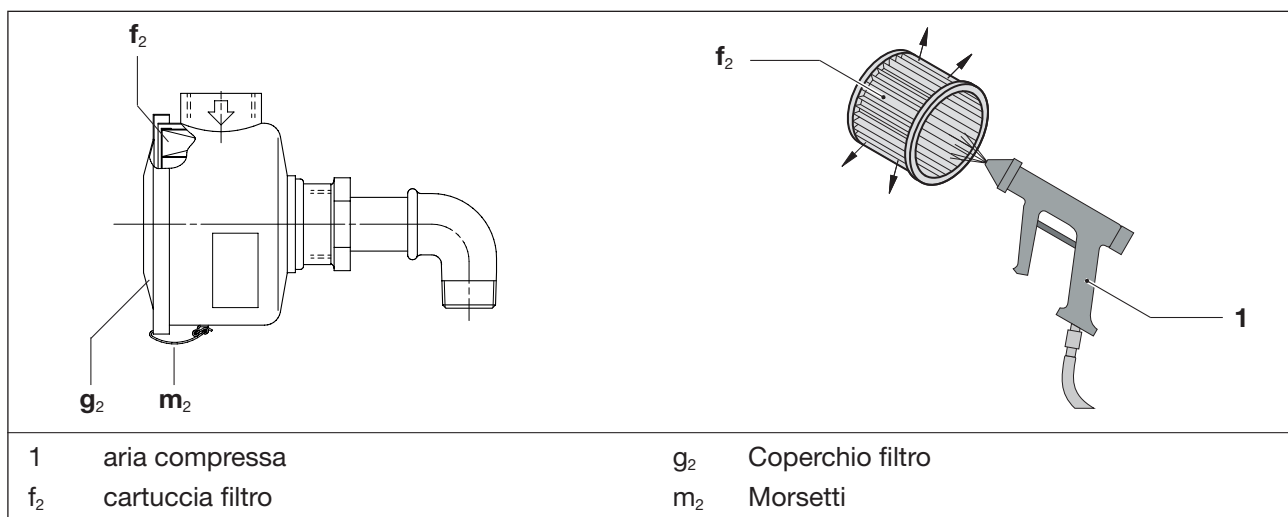

Fig. 7 Filtro di aspirazione
- Allentare i morsetti (Fig. 7/m₂) sul coperchio del filtro (Fig. 7/g₂) .
- Rimuovere la cartuccia filtro (Fig. 7/f₂) dal filtro e pulirla o sostituirla.
- Rimettere la cartuccia filtro nel filtro e fissare il coperchio del filtro (Fig. 7/g₂) con i morsetti (Fig. 7/m₂).